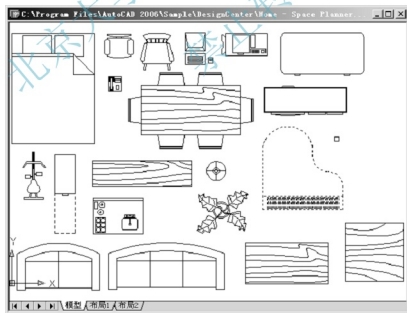
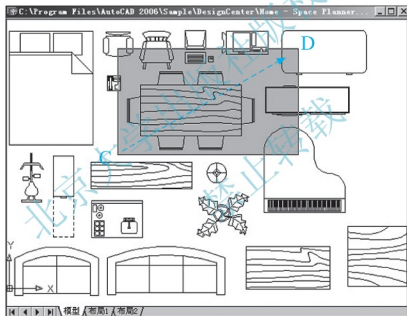
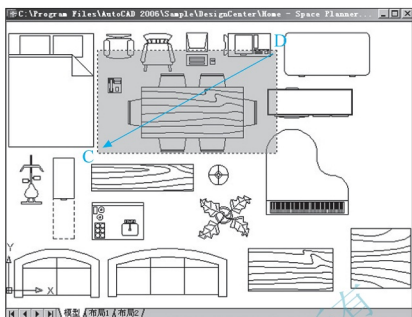
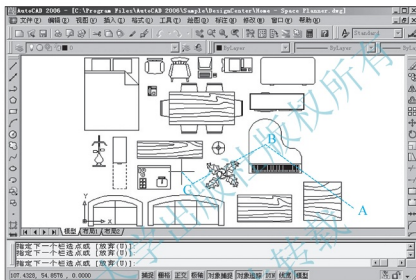

图 1.20 删除“钢琴”
图 1.21 从左向右选为窗选
图 1.22 从右向左选为交叉选
图 1.23 栏选
(1) 调整视图:在命令行输入“Z”后按 Enter 键,然后输入“E”后按 Enter 键,或者单击【标准】工具栏上嵌套式按钮中的【范围缩放】图标,执行【范围缩放】命令,使图形居中并占满整个屏幕。
(2) 单击【修改】工具栏上的【删除】图标或在命令行内输入“E”并按 Enter 键,即可启动【删除】命令。
(3) 此时绘图区的光标变成一个小方块,查看命令行,在**选择对象:**提示下,将光标移到“钢琴”上并单击,“钢琴”即被选中并呈虚线显示(见图 1.20),按 Enter 键结束命令后“钢琴”即被删除。
(1) 仍然将视图调整至如图 1.20 所示的状态。
(2) 启动【删除】命令，请查看命令行。
(3) 在**选择对象**:提示下，从左下 C 点至右上 D 点拖动窗口，如图 1.21 所示。“餐桌”含在窗口内，将会被选中，“钢琴”和“沙发”等与窗口相交，则不会被选中，按 Enter 键后被选中的对象即被删除。
(4) 按 Ctrl+Z 快捷键执行【放弃】命令。
(1) 仍然调整视图至如图 1.20 所示的状态。
(2) 启动【删除】命令，命令行出现**选择对象**:提示。
(3) 如图 1.22 所示，从右上至左下拖动窗口。“钢琴”和“沙发”等与窗口相交，“餐桌”含在窗口内，它们均将被选中。按 Enter 键后被选中的对象即被删除。
(1) 视图和图 1.20 相同。
(2) 在命令行输入“E”后按 Enter 键, 启动【删除】命令。
(3) 在**选择对象**: 提示下, 输入“F” (Fence) 后按 Enter 键。
(4) 在**指定第一个栏选点**：提示下，在 A、B、C 处依次单击后，拖动出如图 1.23 所示的虚线，虚线和“方桌”“钢琴”及“花”相交，按 Enter 键后它们呈虚线显示（被选中）。
(5) 在**选择对象**：提示下，按 Enter 键结束【删除】命令，被选中对象即被删除。
(6) 按 Ctrl+Z 快捷键执行【放弃】命令。